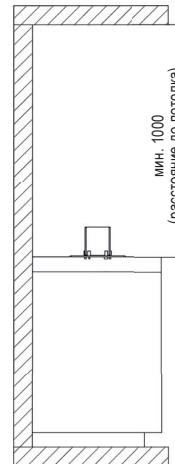
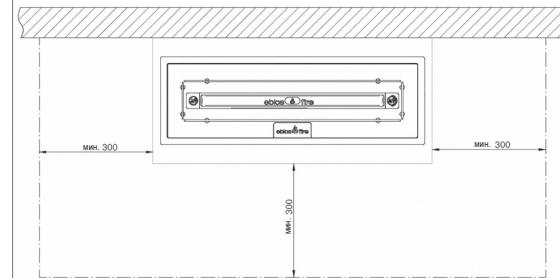

Рис. 15
Рис. 16. Минимальные расстояния до горючих элементов конструкции
- До расположенных по бокам горючих элементов конструкции, мебели, декораций или штор необходимо соблюдать минимальное расстояние в 1000 мм (см. рис. 16), чтобы обеспечить достаточную защиту от тепла! Запрещено располагать предметы поверх мебели ebios-fire до самого потолка помещения (расстояние до потолка > 1000 мм) (см. рис. 15)!